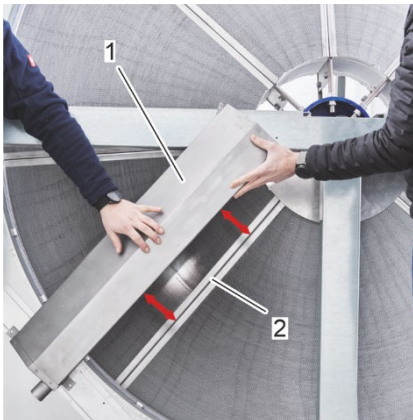
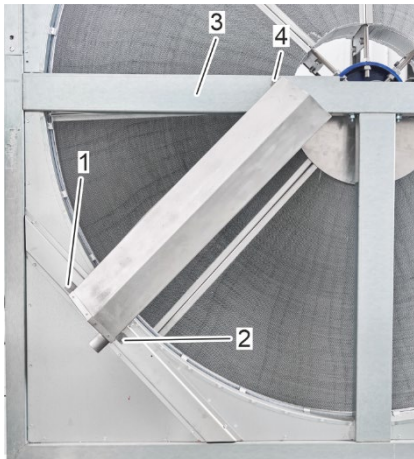

Abbildung 52: Parallelität der Auffangschale prüfen
Abbildung 54: Bohrlöcher der Auffangschale
5. Vor dem Anbringen der Tropfschale (Abbildung 52/1) die Parallelität zwischen der Tropfschale (Abbildung 52/1) und dem Rotorsegment (Abbildung 52/2) prüfen und gegebenenfalls anpassen.
Es ist hilfreich, die Auffangschale (Abbildung 52/1) vor der Befestigung mit geeigneten Klammern am Querträger (Abbildung 54/3) und am Querträger (Abbildung 53/1) des Rotorrahmens zu befestigen, damit sie beim Verschrauben nicht verrutscht
6. Befestigen Sie die Auffangschale (Abbildung 53/3) mit selbstschneidenden Schrauben (Abbildung 53/2) am Querträger (Abbildung 53/1) und am Querträger (Abbildung 54/3) des Rotorrahmens unter Verwendung der vorhandenen Bohrungen (Abbildung 54/1,2,4).